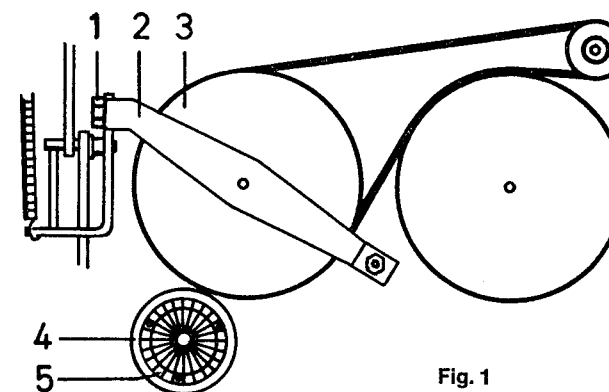

Fig. 1
2. Echange de la courroie d'entraînement (voir fig. 1)
2. Cambio de la correa de mando (véase fig. 1)